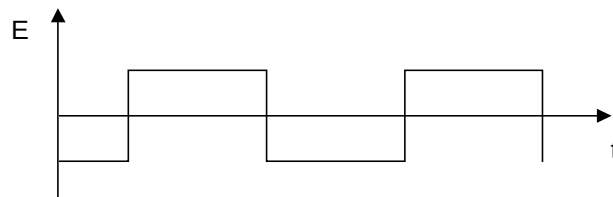

Figure IV-47 Forme d'onde rectangulaire
- Onduleurs à onde rectangulaire (Figure IV-47) : L'onde de sortie est rectangulaire. L'amplitude de l'onde de sortie dépend de la valeur de la tension d'entrée.